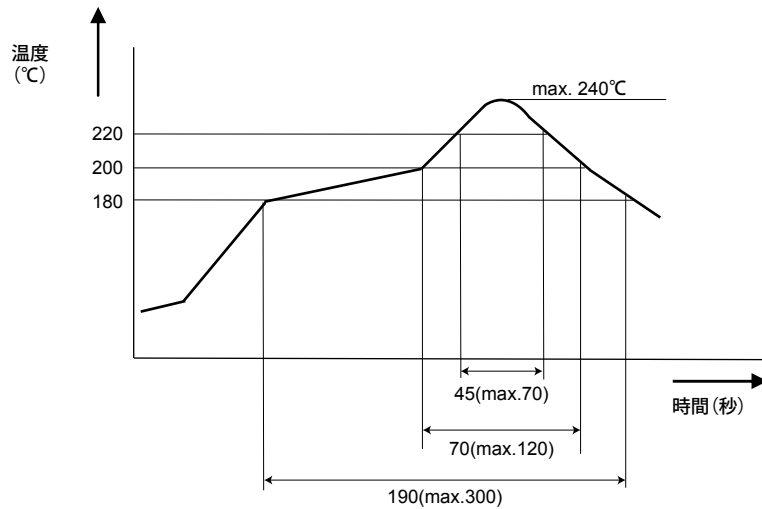

図5.8(1) 温度プロファイル
- ① はんだ付け方式：赤外線リフロー装置
- ② プリント配線板：ガラスエポキシ製，厚さ 1.6 mm，25×30 cm
- ③ 温度測定場所：基板上的リレー端子部分
- ④ 温度プロファイル：図5.8(1)に示すとおり。